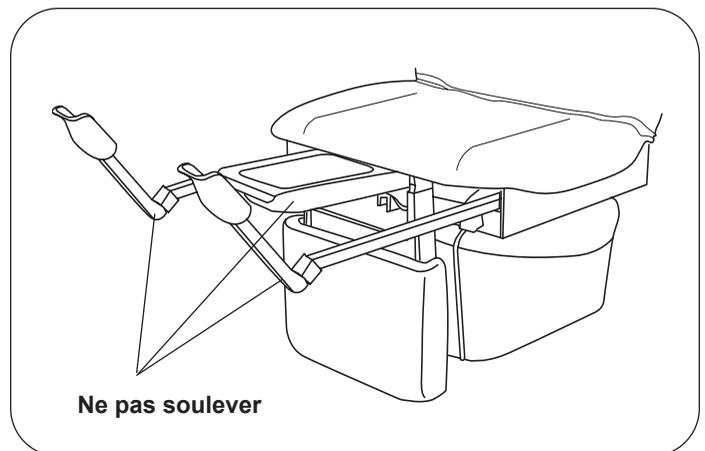

Figure 4. Étriers et bac de traitement
3. Retirez le ruban adhésif des étriers (Figure 4). Retirez la glissière du bac de traitement et retirez le ruban adhésif des composants de l'ensemble du bac de traitement. Remettez la glissière du bac de traitement en position de rangement.